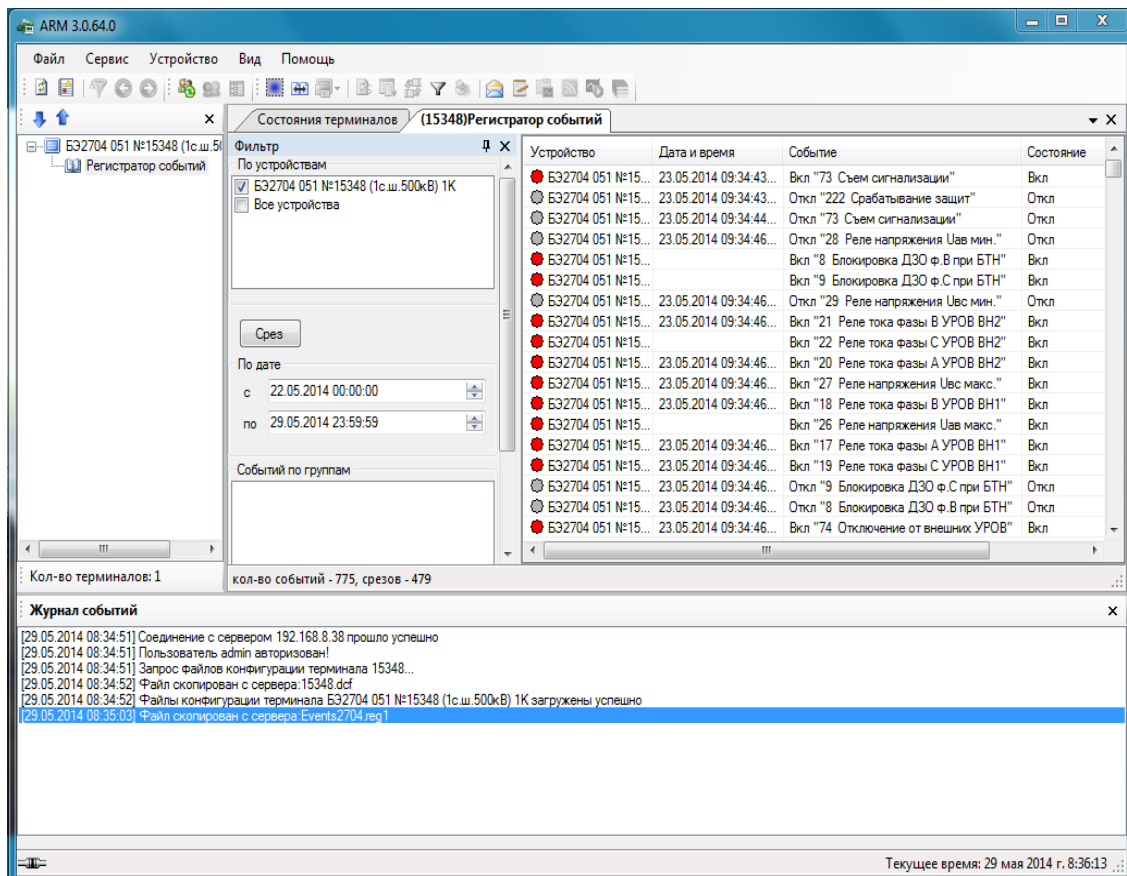

Рисунок 5.127
– в программе АРМ-релейщика в меню терминала БЭ2704 выбрать пункт **Регистратор событий**, в котором можно просматривать события (см. рисунок 5.127).